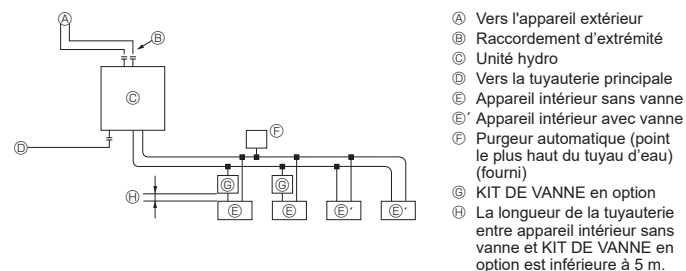

Fig. 4-7
10. Veuillez-vous reporter à la [Fig. 4-7] lors du raccordement de l'alimentation en eau.